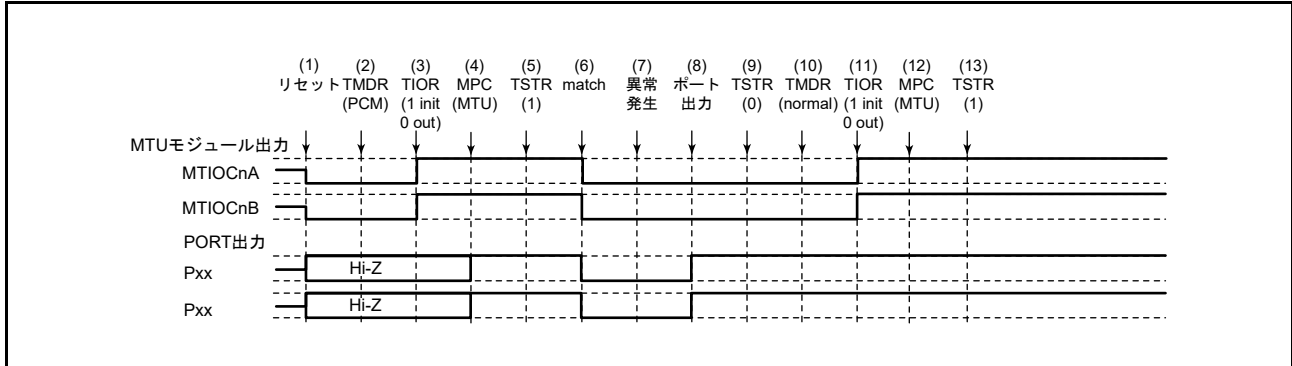

図 19.168 位相計数モードで異常が発生し、ノーマルモードで復帰する場合
位相計数モードで異常が発生し、再設定後ノーマルモードで再スタートする場合の説明図を図 19.168 に示します。
(1) ~ (9) は図 19.168 と共通です。
(10) PWM モード1を設定します。
(11) TIOR レジスタで端子を初期化してください (PWM モード1では MTIOCnB (MTIOCnD) 端子に波形が出力されません。出力すべきレベルがある場合は、I/O ポートのポート方向レジスタ (PDR)、ポート出力データレジスタ (PODR) で汎用出力ポートの設定をしてください)。
(12) MPC と I/O ポートのポートモードレジスタ (PMR) で MTU 出力としてください。
(13) TSTR レジスタで再スタートします。
(10) PWM モード2 を設定します。
(11) TIOR レジスタで端子を初期化してください (PWM モード2 では周期レジスタの端子に波形が出力されません。出力すべきレベルがある場合は、I/O ポートのポート方向レジスタ (PDR)、ポート出力データレジスタ (PODR) で汎用出力ポートの設定をしてください)。
(10) 位相計数モードで再スタートする場合には必要ありません。
(11) TIOR レジスタで端子を初期化してください。